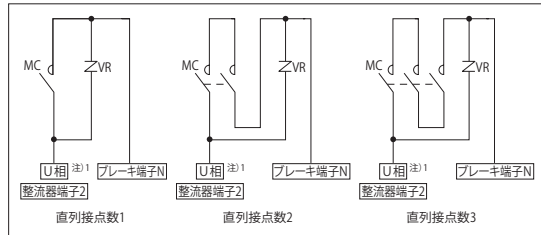

図 6-3 急制動回路での接点接続例
- ・電磁接触器の接点は、直列に接点を接続してください。（図6-3参照）
- ・バリスタ（VR）は、最短距離で接続してください。（図6-3参照）